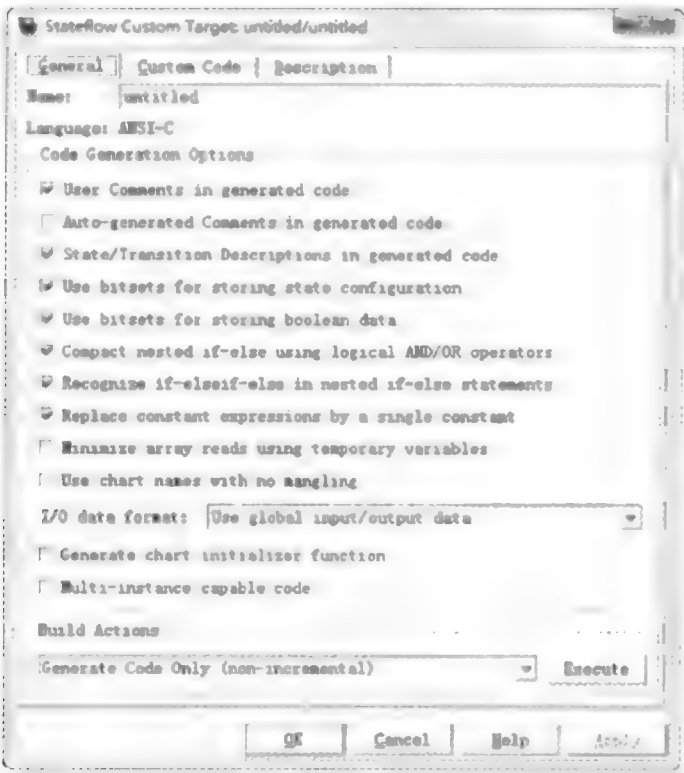

图 3.6.24 用户目标对话框
(1) Stateflow 编辑窗口单击 add→targets 会弹出用户目标对话框如图 3.6.24 所示。